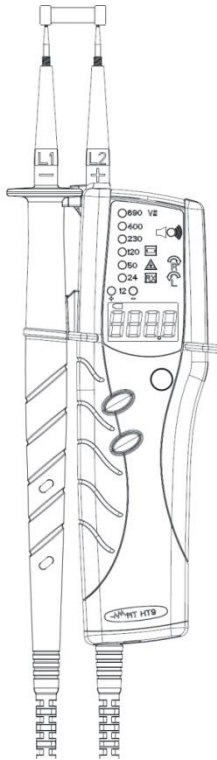

Fig. 6: Teste de continuidade
1. Ligar os terminais de medida L1 e L2 ao objecto em teste (ver Fig. 6).